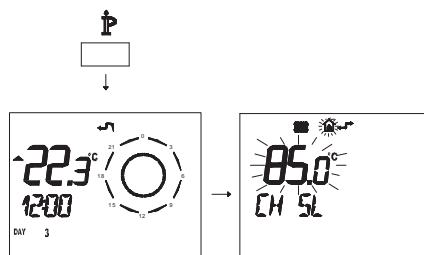

Figura 5.65
- Premere per più di 3 secondi il pulsante **Ⓟ** para per entrare in modalità **INFO** (Figura 5.65).